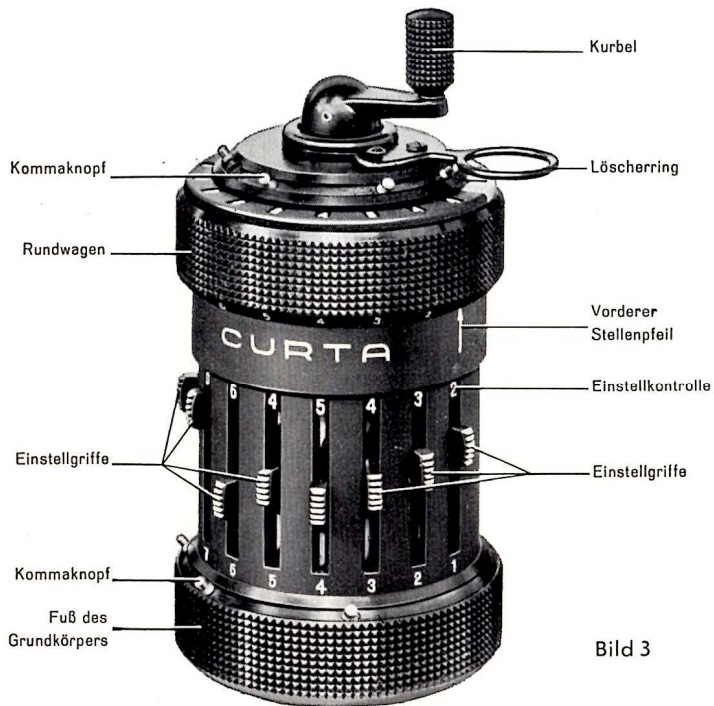

Bild 3
Im Grundkörper befindet sich das **Einstellwerk**, dessen Griffe aus Schlitzen hervorragen, darunter die dazugehörigen, verschiebbaren weißen **Kommaknöpfe**. Am oberen Ende eines jeden Schlitzes ist die jeweilige Ziffer der Einstellkontrolle sichtbar (siehe Bild 3).
**Die Löschung** der Zählwerke erfolgt mittels der Löscherkappe, welche durch den einschwenkbaren Löscherring (siehe Bild 3 und 4) betätigt wird. Sie ist nach beiden Richtungen drehbar und rastet in zwei Ruhestellungen, an den beiden Übergangsstellen vom dunklen zum weißen Segment. Eine volle Umdrehung in beliebigem Drehsinne löscht beide Zählwerke. Man kann aber auch jedes Zählwerk einzeln löschen, indem man den Löscherring von seiner augenblicklichen Ruhestellung
**Rechenbeispiel.** Die in den Bildern 3 und 4 ersichtlichen Zahlen zeigen die Multiplikation von  $645432 \times 63992$  an, wobei der Multiplikand in der Einstellkontrolle (siehe Bild 3), der Multiplikator im Umdrehungszählwerk und das Produkt im Hauptzählwerk (siehe Bild 4) aufgeschrieben.